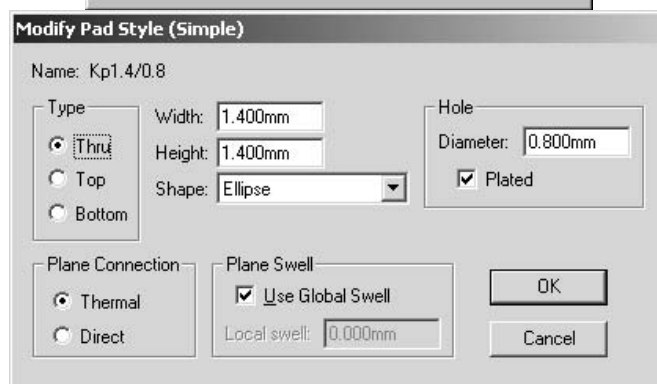

Рис.3.8.2
- В диалоговом окне **Options Pad Style** в списке **Current Style** выбрать появившийся тип Kp1.4/0.8 и нажать кнопку **Modify (Simple)**. В открывшемся диалоговом окне **Modify Pad Style (Simple)** в списке **Type** (тип) выбрать штыревой тип вывода (**Thru**) и установить для него круглую форму контактной площадки. Для этого в поле **Pad Definition** (описание контактной площадки) в открывающемся списке **Shape** выбрать значение **Ellipse**. Установить размеры эллипса Height (высота) и Width (ширина) равными 1.4 мм, а диаметр задать в поле **Hole** равным 0.9 мм (рис.3.8.2). Затем нажать кнопку Close.